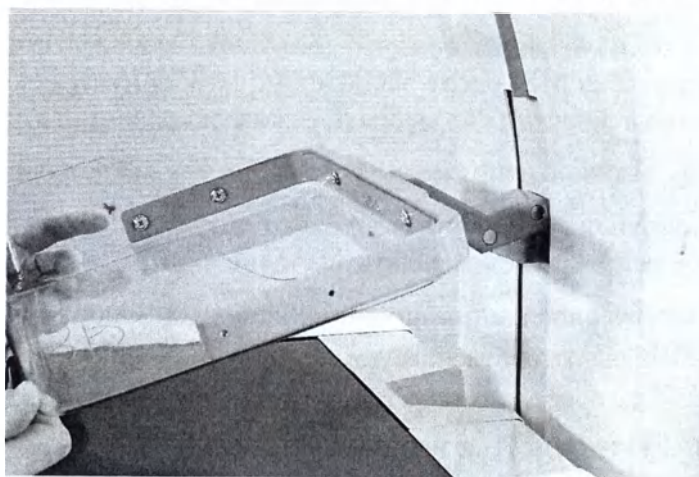

Рисунок 21 – Установка компрессионной пластины 18х24
6.2.7. Установить соответствующую компрессионную пластину (рис.21).